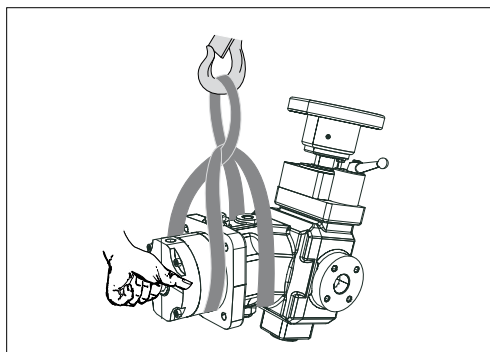

Fig. 6: Transport avec élingue
- Placez l'élingue autour de la pompe à pistons axiaux de façon à ce qu'elle ne passe pas sur les accessoires (par ex. valves), et que la pompe à pistons axiaux ne soit pas suspendue par les accessoires (volant ou étrier) (voir fig. 6).